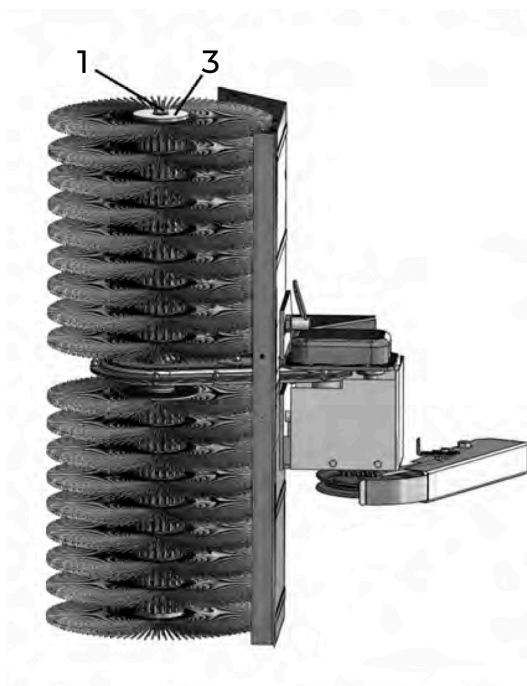
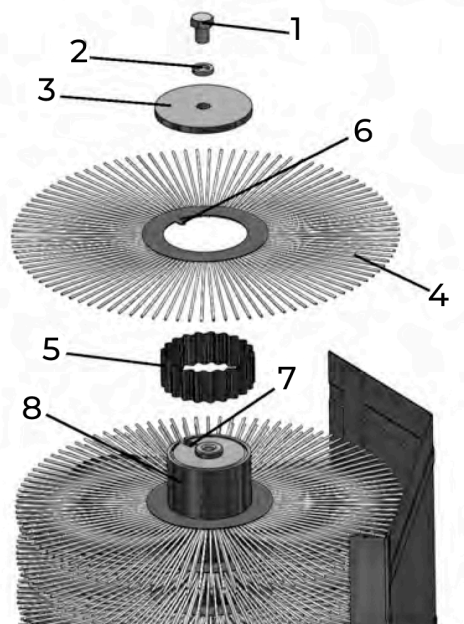

рис. 36
рис. 37
7. Установить щетку вертикально (рис. 36). Открутить болт (1), снять шайбу (2), шайбу (3). Снять диски полипропиленовые (4) (рис. 37). Установить новые диски в обратном порядке. Внимание! Выступ кольца диска (5) устанавливать в паз (6) каркаса (7). Закрепите шайбу (3) болтом (1) через шайбу (2).